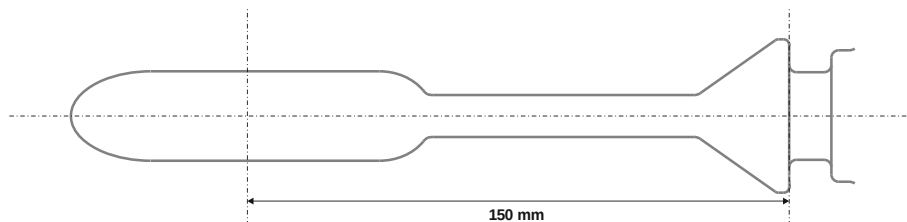

Рисунок 12. Расстояние между центром каплевидного наконечника и конусным кольцом для фиксации презерватива.
- Расстояние от центра каплевидного наконечника катушки до конусного кольца для фиксации презерватива составляет 150 мм (см. Рис. 12).